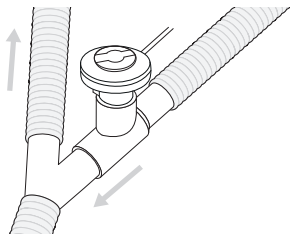

Figure 6. Raccordement de l'Aerogen Pro à un circuit respiratoire pour adultes
1. Pour les circuits respiratoires pour adultes, raccorder le nébuliseur muni de la pièce en T pour adultes à la branche inspiratoire du circuit en amont du raccord en Y (figure 6).
Remarque : La figure 6 montre seulement la configuration pour adulte
- Toujours maintenir le nébuliseur à la verticale (bouchon de remplissage en haut) lorsqu'il est raccordé au circuit du patient (figures 6, 7 et 8). Cette orientation évite au condensat d'obstruer le nébuliseur et assure une nébulisation correcte. Toujours inspecter visuellement le nébuliseur avant de l'intégrer au circuit du respirateur afin de s'assurer qu'aucune sécrétion n'obstrue le générateur d'aérosol Aerogen Vibronic®.